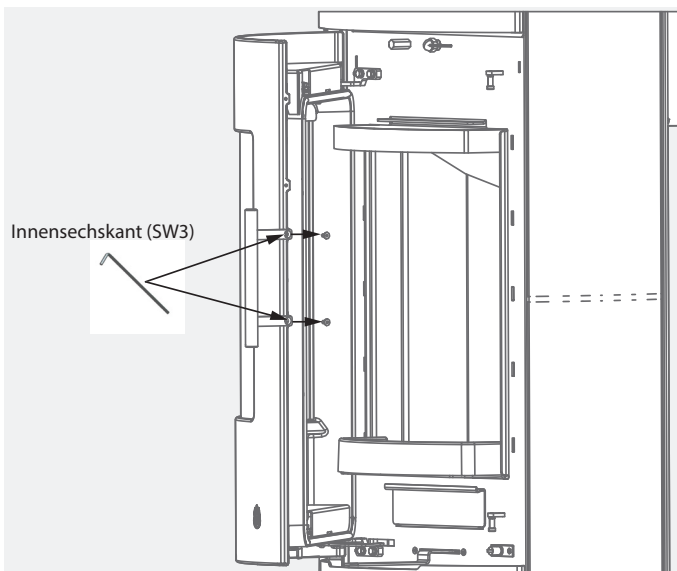

Abb.2.4 Griff Demontage
- Lösen Sie die beiden Innensechskantschrauben am Griff (SW 3 mm, Innensechskant), (siehe Abb. 2.4)